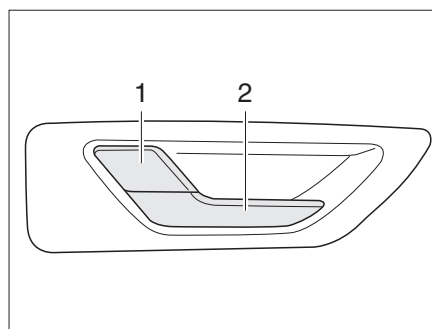

Fig. 38 Serrure de la porte chauffeur, à l'intérieur
- Tirer sur la poignée (Fig. 38,2). La serrure de la porte est déverrouillée. Le levier de sécurité (Fig. 38,1) ressort automatiquement.
- Appuyer sur le levier de sécurité (Fig. 38,1).